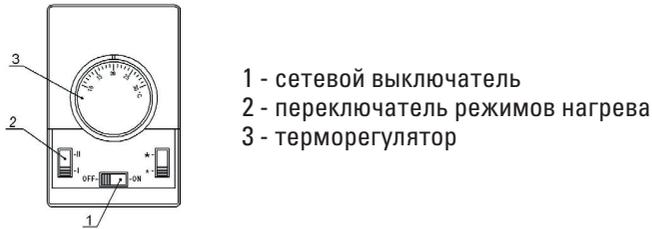

Рис. 2 Пульт управления
4. Управление завесой LTZR-3.0 Т осуществляется с помощью клавишных переключателей блока управления (см. рис. 1). Управление завесами LTRZ-6.0 Т, LTRZ-9.0 Т осуществляется с помощью выносного пульта управления (см.рис.2). Пульт управления позволяет поддерживать необходимую температуру воздуха вблизи места его установки и регулировать тепловую мощность завесы.
2.1 Перед включением завесы диск терморегулятора 3 (см. рис. 2) должен быть повернут по часовой стрелке в крайнее положение. Переключатель 1 должен находиться в положении OFF.